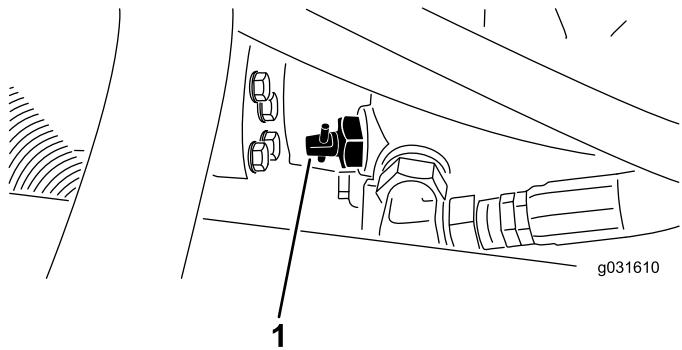

Bild 30
1. Suchen Sie das Sicherheitsventil an der Pumpe (Bild 30) und lösen Sie es durch Drehen um 90° ($\frac{1}{4}$ Umdrehung).